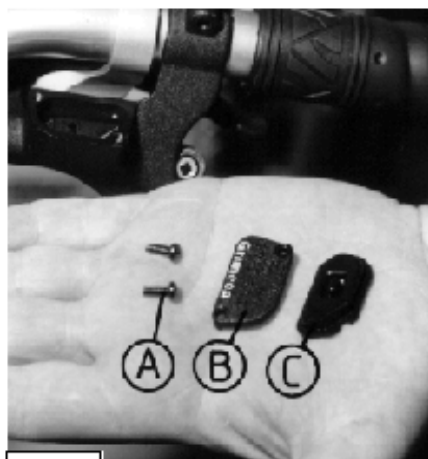
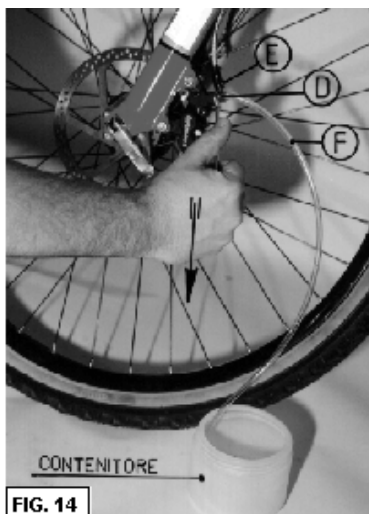
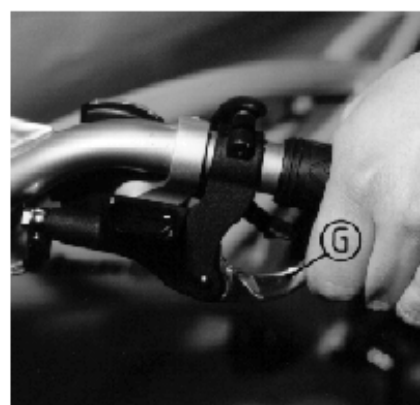

FIG. 13
FIG. 14
FIG. 15
Questa operazione è necessaria dopo la sostituzione del liquido freno, della pinza, della pompa o delle guarnizioni dei pistoni. Il serbatoio liquido-freno deve essere in posizione orizzontale rispetto al terreno (fig.6). Smontare le viti (A) (fig.13), il coperchio (B) (fig.13) e la guarnizione (C) (fig. 13). Togliere dalla vite di spurgo pinza (D) (fig.14) il tappo (E) (fig.14) ed inserire nella vite un pezzo di tubo trasparente (F) (fig.14) avente l'estremità in un contenitore. Tirare lentamente un paio di volte la leva freno (G) (fig.15) della pompa e trattenerla vicino al manubrio. Con la leva in questa posizione inserire una chiave aperta nella vite di spurgo pinza (fig. 14) e svitarla leggermente.